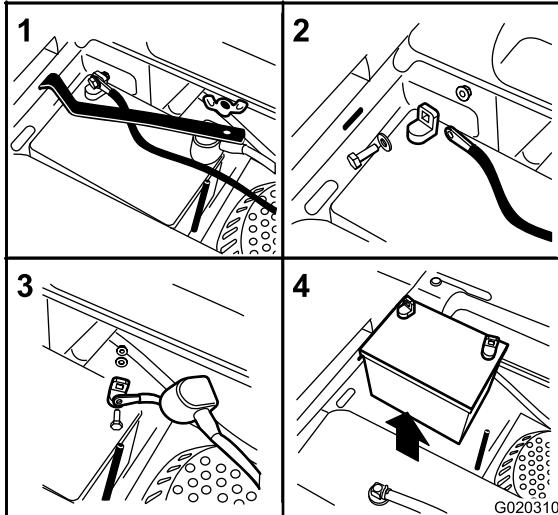

Figura 44
3. Retire la tuerca de orejeta que sujeta la abrazadera de la batería (Figura 44).
4. Retire la abrazadera (Figura 44).
5. Primero desconecte el cable negativo (negro) del borne negativo (-) (negro) de la batería (Figura 44).
6. Retire la cubierta de goma roja del borne positivo (rojo) de la batería y retire el cable positivo (+) (rojo) (Figura 44).
1. Coloque la batería en la bandeja con los bornes en el lado opuesto del depósito de combustible (Figura 44).
4. Fije los cables con 2 pernos, 2 arandelas, y 2 contratuerzas (Figura 44).
6. Instale la abrazadera y sujétela con la tuerca de orejeta (Figura 44).